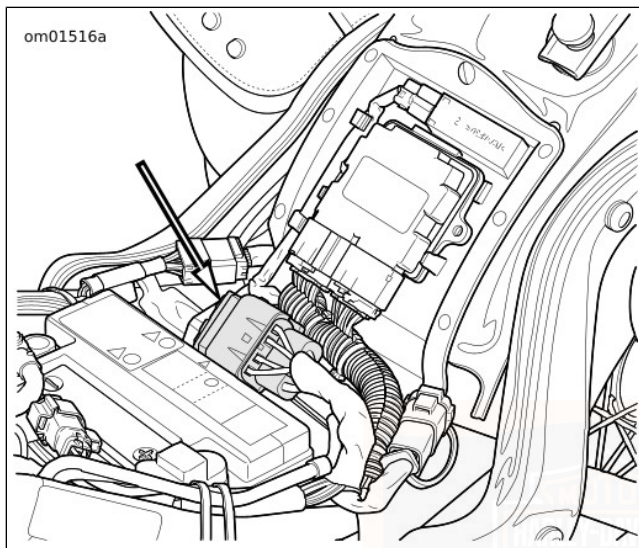

Figure 54. Emplacement du bloc fusibles
3. Voir Figure 54. Retirer le couvercle du bloc fusibles.